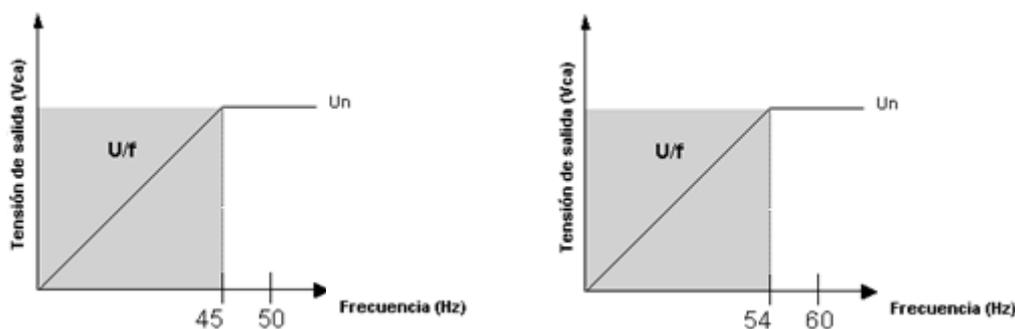

Figura 4.2: Punto de actuación de la protección U/F
El trimpot **U/F** determina el punto de actuación del modo U/F, que puede ser desde la frecuencia nominal (F_n) hasta $1/3$ de F_n , cuyo valor sale ajustado de fábrica 10% debajo de la F_n . Para operación en 60Hz es ajustado para 54Hz y para operación en 50Hz es ajustado para 45Hz (ver Figura 4.2), cuyo valor puede ser alterado de acuerdo con la necesidad de cada aplicación.
1. No dejar la protección U/F abajo de 20% de la frecuencia nominal. La configuración debe ser hecha conforme la Figura 4.2 to para evitar problemas en el desligamiento.